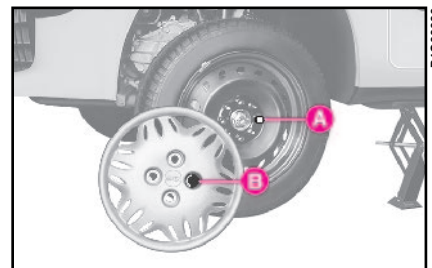

fig. 6
7) Enlever l'enjoliveur de roue après avoir dévissé les trois boulons qui le fixent, et enfin dévisser le quatrième boulon **A-fig. 6** et sortir la roue.
2) Monter la roue normale en introduisant le premier boulon **A**-fig. 6 dans le trou opposé à la valve de gonflage.